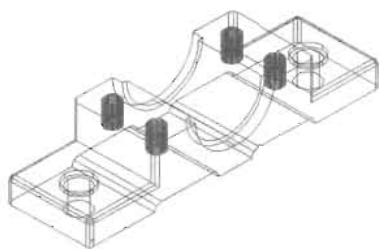

图 14-141
(7) 在命令提示行输入 Fillet 命令并回车, 对轴承座的边进行圆角处理, 效果如图 14-141 所示, 命令执行过程如下。